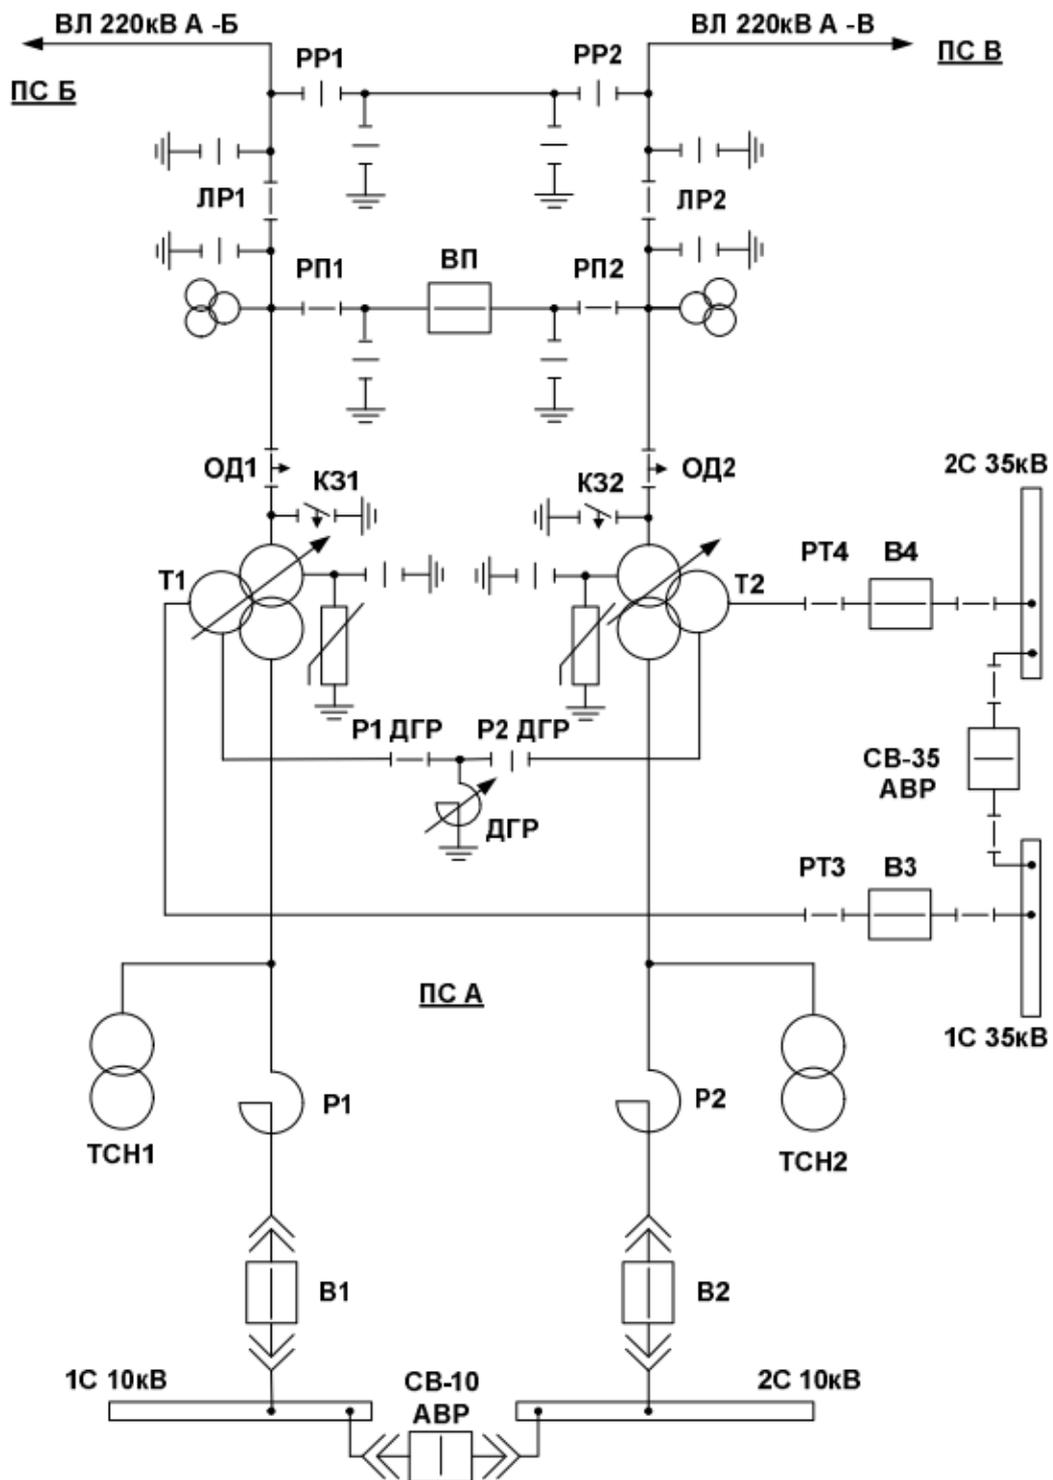

Рисунок 3. Схема двухтрансформаторной подстанции 220 кВ с выключателем в перемычке и отделителями в цепях трансформаторов
3. Схема двухтрансформаторной подстанции 220 кВ с выключателем в перемычке и отделителями в цепях трансформаторов (Рисунок 3).
5. Произвести вывод в ремонт трансформатора Т2 для схемы рисунок 3.
6. Произвести вывод в ремонт трансформатора Т2 для схемы рисунок 3.